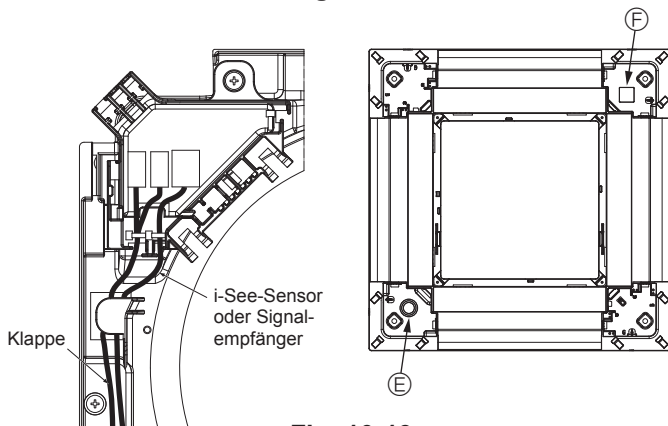

Fig. 10-13
- Das i-See-Sensorkabel und das Signalempfängerkabel wie in Fig. 10-13 dargestellt verlegen.